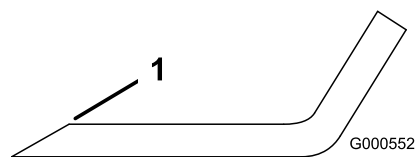

Figure 58
1. Au moyen d'une lime, affûtez les tranchants aux deux extrémités de la lame (Figure 58).
Remarque: Si la lame est déséquilibrée, limez un peu l'extrémité de la partie relevée seulement (Figure 58).